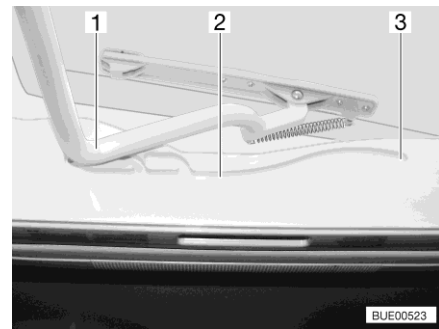

Fig. 23 Glissière (lanterneau Heki)
- Tirer l'étrier (Fig. 23,1) dans les glissières (Fig. 23,2) jusque dans la position la plus reculée (Fig. 23,3).
- Pousser l'étrier (Fig. 23,1) légèrement vers le haut avec les deux mains.
- Tirer l'étrier dans les glissières (Fig. 23,2) jusqu'à la position souhaitée.